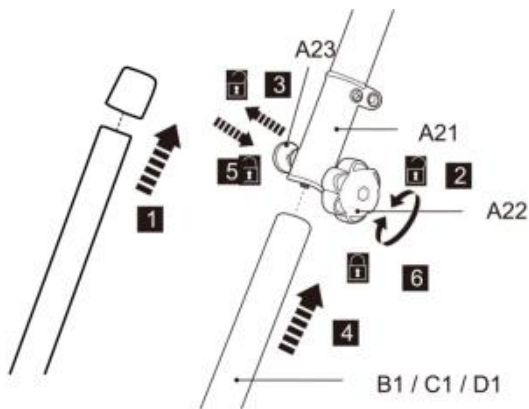

Fig. 3
27. Zdejmij założoną nasadkę ochronną z dolnego słupka (B1/C1/D1) (rys. 3 , krok 1).
28. Poluzuj pokrętło blokujące (A 22) , ale nie wyjmuj całkowicie e (rys. 3 , krok 2).
29. Wyrównaj i włóż dolny drążek (B 1/C 1/D 1) do tulei blokującej (A 21), ciągnąc jednocześnie sprężynę śruba (A 23) (rys. 3 , krok 3 i 4) .
6. Dokręć pokrętło blokujące (A 22), aby zabezpieczyć połączenie (rys. 3 , krok 6).